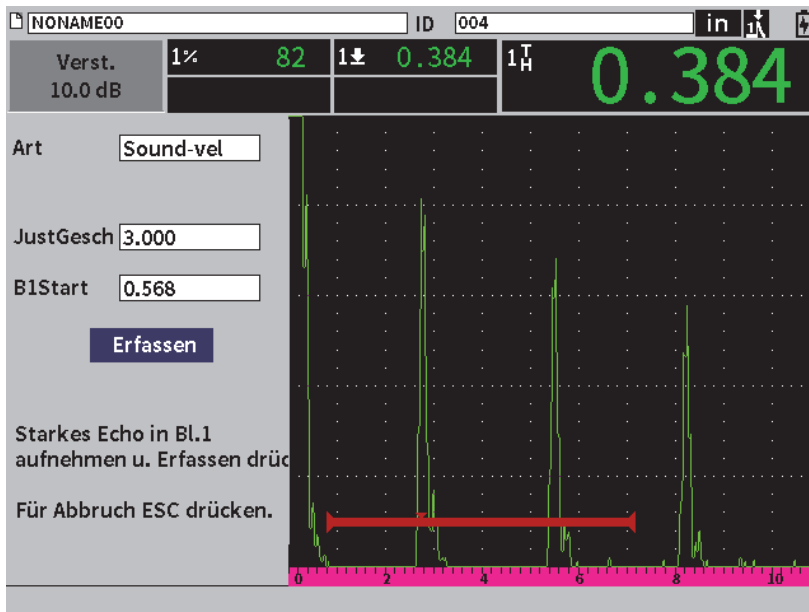

Abbildung 8-6 Fenster für die Justiereinstellungen
9. Drücken Sie Tab, um die Schaltfläche **Erfassen** hervorzuheben und drücken Sie dann Enter, um das schwache Echo aufzuzeichnen (siehe Abbildung 8-6 auf Seite 120).
12. Drücken Sie Tab, um die Schaltfläche **Erfassen** hervorzuheben (siehe Abbildung 8-6 auf Seite 120).